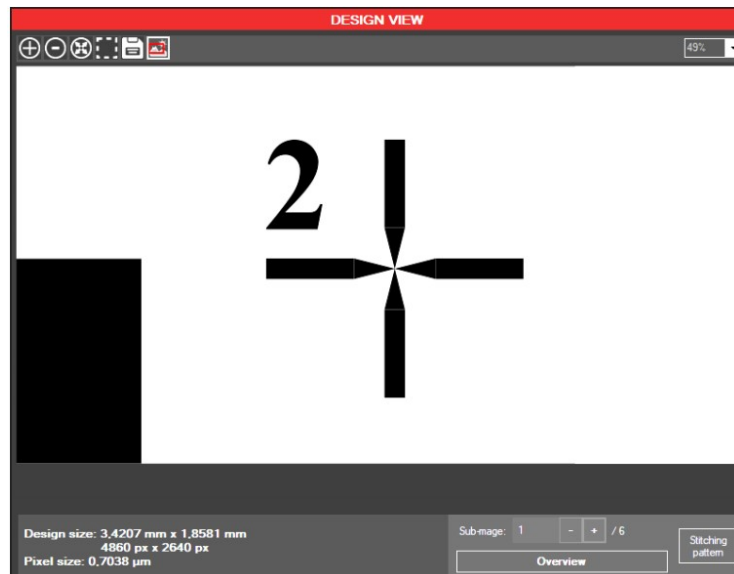

图 62 -半自动对齐:定义可选的点 P2
7. -P2 点的选择(图 58d):选择第二个感兴趣点将有助于提高衬底旋转调整, 进而提高对齐的整体质量。为此, 单击(Overlay pos. P2)按钮。在 IMAGE VIEWER 界面上选择一个点, 理想地位于前面选择的 P1 的对面, 如图 62 所示。